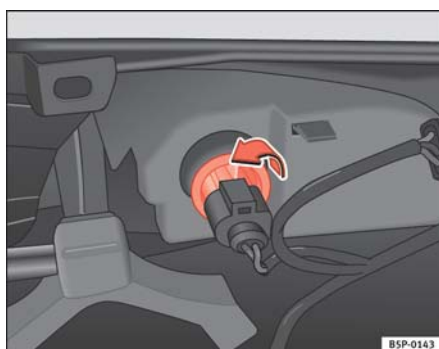

Fig. 177 Piloto por el lado interior del parachoques
- Gire el portalámparas a la izquierda, y extraígalo en el sentido de la flecha ⇒ **fig. 177**.